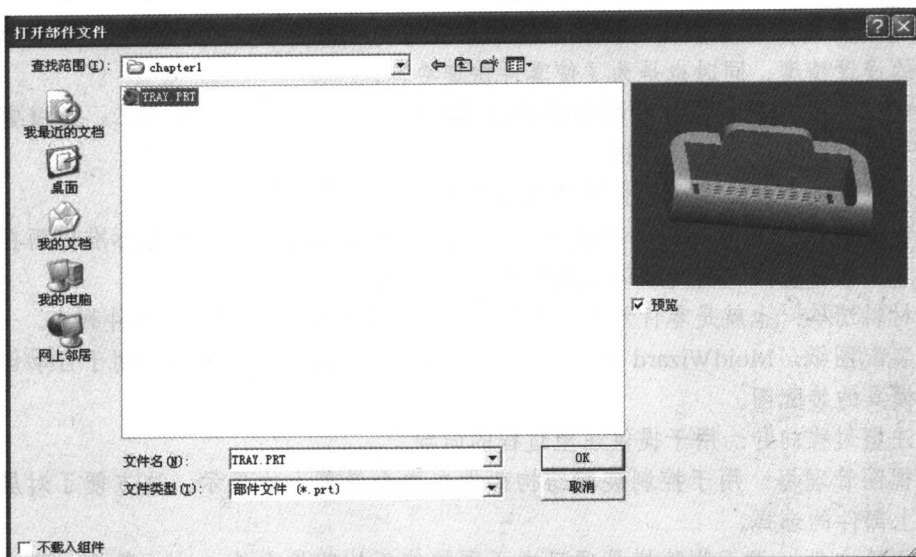
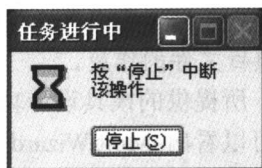

图1-3 【打开部件文件】对话框
图1-4 【任务进行中】对话框
2. 单击【模具向导】工具条中的  按钮打开【打开部件文件】对话框，如图 1-3 所示，选择光盘“chapter1”目录下的“TRAY.PRT”文件，单击  按钮确认。系统将进行打开操作并在屏幕左下角显示【任务进行中】对话框，如图 1-4 所示。